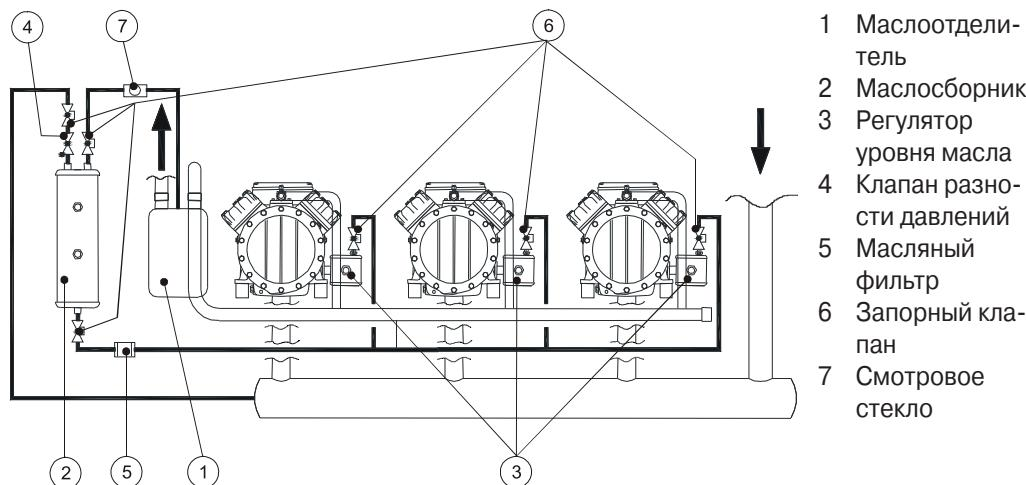

Рис. 3. Конструкция системы распределения масла oilstar®
- Маслоотделитель (поз. 1, рис. 3):
- Маслосборник (поз. 2, рис. 3, стр. 4-4):
- 1 регулятор уровня масла (поз. 3 на рис. 3, стр. 4-4) на компрессор: регулятор уровня масла смонтирован непосредственно в картере компрессора. Этот регулятор контролирует уровень масла в картере каждого компрессора и управляет им посредством поплавкового клапана (механический регулятор) или оптического датчика и электромагнитного клапана (электронный регулятор). Регулятор уровня масла оснащен 3 соединениями:
- Клапан разности давлений (поз. 4, рис. 3, стр. 4-4):
- Масляный фильтр (поз. 5, рис. 3, стр. 4-4):
- Запорные клапаны (поз. 6, рис. 3, стр. 4-4):
- Смотровое стекло (поз. 7, рис. 3, стр. 4-4):
- Масло, которое уносится из картера нагнетаемым хладагентом, отделяется в маслоотделителе (поз. 1 на рис. 3, стр. 4-4) на последовательно установленных сетках и маслоотбойниках.
- Отделенное от хладагента масло через прецизионный поплавковый клапан поступает в маслосборник (поз. 2, рис. 3, стр. 4-4). Установленное в маслопроводе смотровое стекло позволяет контролировать отделение масла в маслоотделителе.
- С обратным потоком масла из маслоотделителя в маслосборник передается давление конденсации. Слишком высокий перепад давлений ухудшает работу поплавкового клапана в механическом или электромагнитном клапане в электронном регуляторе уровня масла (поз. 3 в рис. 3, стр. 4-4). Поэтому между головкой маслосборника и стороной всасывания имеется еще одна линия, которая обеспечивает выравнивание давления. В этой линии установлен клапан разности давлений (поз. 4, рис. 3, стр. 4-4). Он поддерживает перепад давления относительно давления всасывания около 1,5 бар.
- Этот перепад давлений требуется для преодоления падения давления в маслопроводах, идущих к регуляторам уровня масла. Такое падение давления создается, например, масляным фильтром (поз. 5 на рис. 3, стр. 4-4) и запорными клапанами (поз. 6 на рис. 3, стр. 4-4). В результате между маслопроводом и картерами компрессоров поддерживается постоянная разность давлений масла ( $\Delta p$  прибл. 1,5 бар). Таким образом, небольшие изменения рабочего состояния не влияют на подачу масла к компрессорам.
- Выходной патрубок маслосборника (поз. 2 на рис. 3, стр. 4-4) через запорный клапан и маслопровод соединен с масляным фильтром.